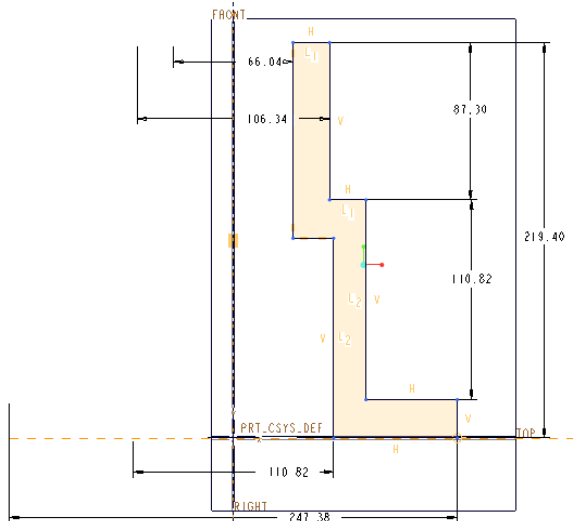

図 3-97 多角形のスケッチ修正前
- 次に「直線」 ツールを選択して垂直中心線から少し離れた位置に図 3-97 に示すような多角形を適当にスケッチする。多角形は必ず閉じた図形になっていることが重要である。